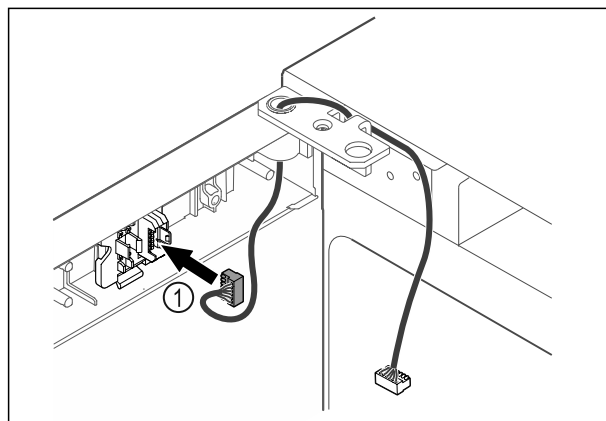

Fig. 41
- Stekker Fig. 41 (1) in steckerhouder steken.